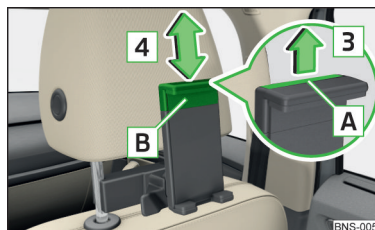

Fig. 141
- ▶ Para **ajustar el tamaño del soporte** tirar el cinturón de seguridad **A** en el sentido de la flecha **3** y desplazar la parte **B** en el sentido de la flecha **4** en la posición deseada » fig. 141.